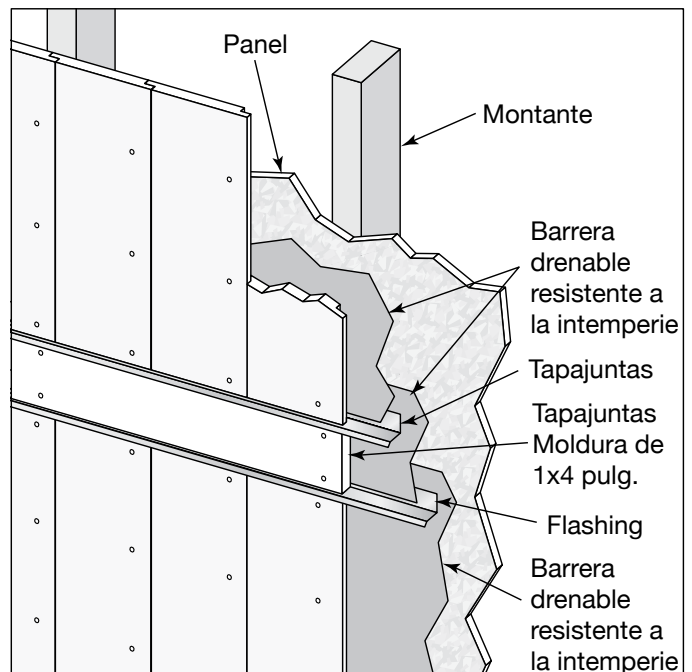

Fig. 6
- En situaciones en las que la altura de la vivienda requiere más de una tabla de revestimiento instalada verticalmente, cree una junta en forma de “faja horizontal” con una moldura de 1x4 pulg., 1x6 pulg. o 1x8 pulg. (**según la preferencia**) y un tapajuntas en Z arriba y abajo (**Fig. 6**).